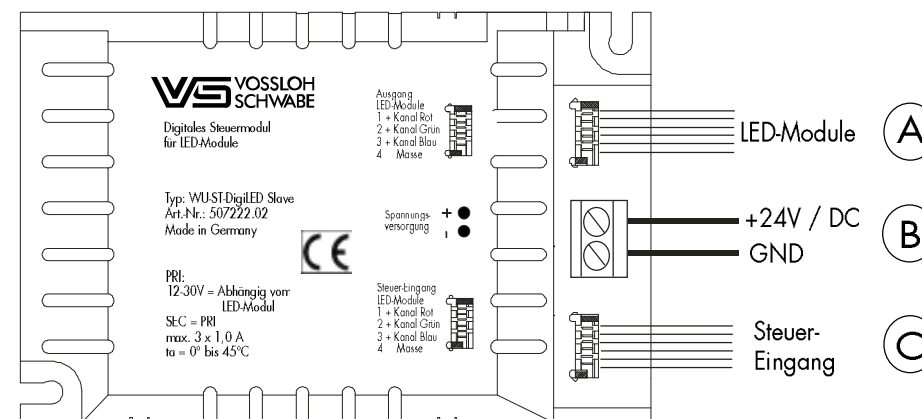

Abbildung 1: Anschlußschema DigiLED Slave
In der Abbildung 1 ist das Anschluss-Schema des DigiLED Slave aufgezeigt. An Anschlüssen besitzt das Modul eine 2-polige Schraubklemme (B) für die Spannungsversorgung, einen Systemstecker (C) als Eingang für ein vorgeschaltetes DigiLED (DigiLED 1-10V, DigiLED Manuell, DigiLED DMX, DigiLED IR, DigiLED DALI oder mehrere DigiLED-Slave, welche in Serie geschaltet werden können) sowie einen weiteren Systemstecker (A) als Ausgang zu den LED-Modulen. Die Anzahl der steuerbaren Module richtet sich nach der Stromaufnahme der Leuchtmodule, wobei in der Summe pro Kanal maximal 1,0 A nicht überschritten werden darf.